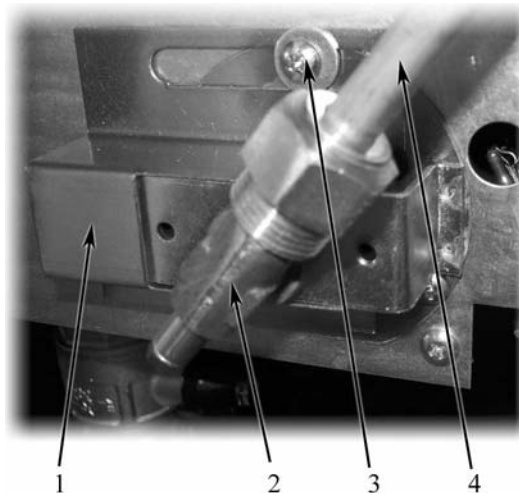
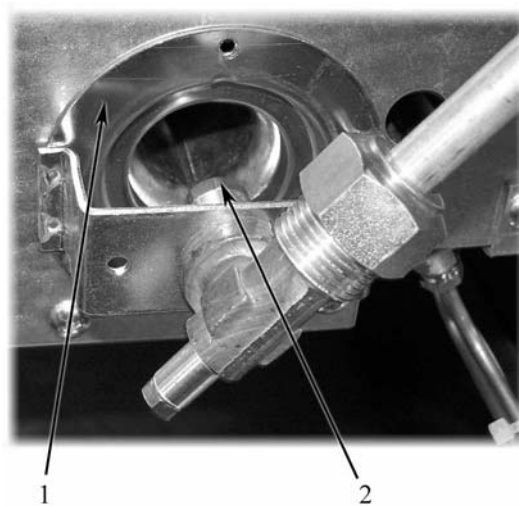

Abb. 4
Abb. 5
- Zum Ersetzen der Düse (Pos. 2 in Abb. 5) die Platte für die Lufteinstellung (Pos. 1 auf Fig. 4) entfernen; dazu die Befestigungsschraube (Pos. 3 auf Fig. 4) entfernen;